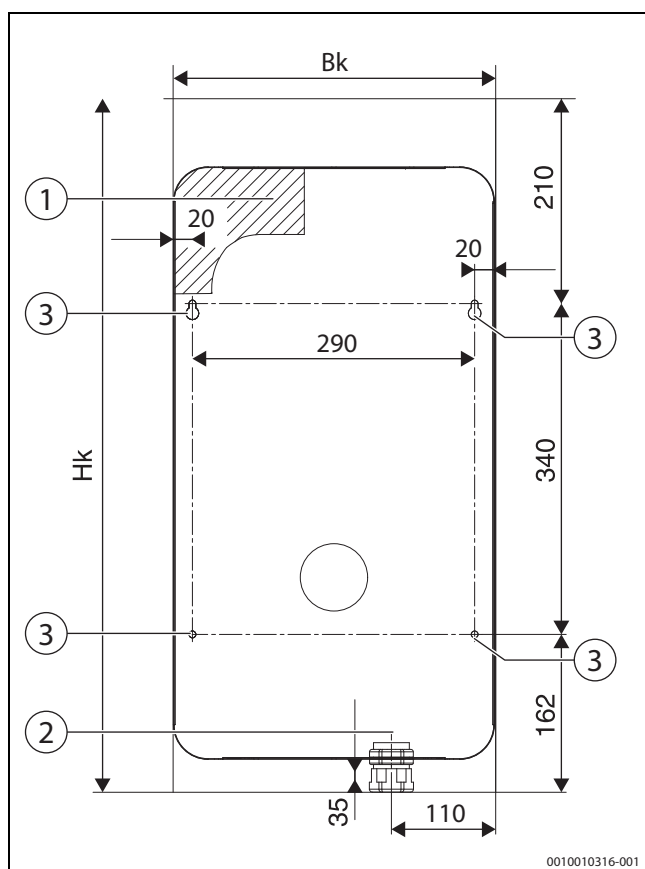

Рис. 8 Размеры отверстий для крепления котла на стене и для питающего кабеля котла Tronic Heat 3500 4–12 кВт
- ▶ Разметьте отверстия для монтажной пластины. Для крепления можно использовать приложенный шаблон (→ рис. 8, стр. 14, [1]).